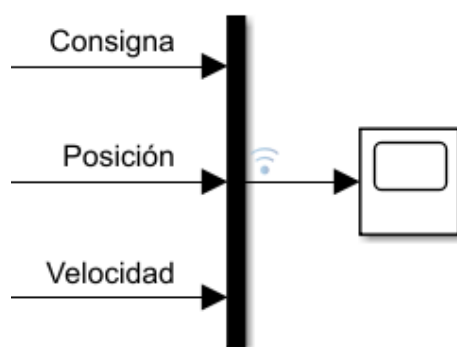

Figura 3: P0 - Agrupación de señales de interés utilizando un multiplexor.
- Agrupar las señales de interés utilizando un multiplexor y visualizarlas con el bloque *scope* (Figura 3).